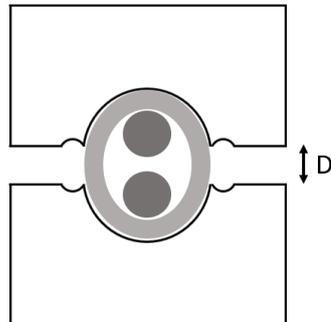

Abbildung 6
1. Stufe: Pressen Sie nun schlaufen-/ kauschenseitig bis zum Seildurchmesser – die Backen bleiben mindestens bis zum Seildurchmesser geöffnet (s. Abb. 6). Führen Sie diesen Vorgang über die gesamte Länge der Presshülse durch, wobei sich die Pressvorgänge immer um mindestens 2mm überlappen müssen. Sollte die Presshülse bei der nächsten nebenliegenden Pressung nicht mehr gut in die Backenform passen, so muss die Presshülse durch Schläge mit einem Hammer seitlich auf die Presshülse gerichtet werden, bis diese wieder in das Presswerkzeug passt. Kontrollieren Sie vor jedem Pressvorgang, dass die Presshülse korrekt in der Backenform liegt.